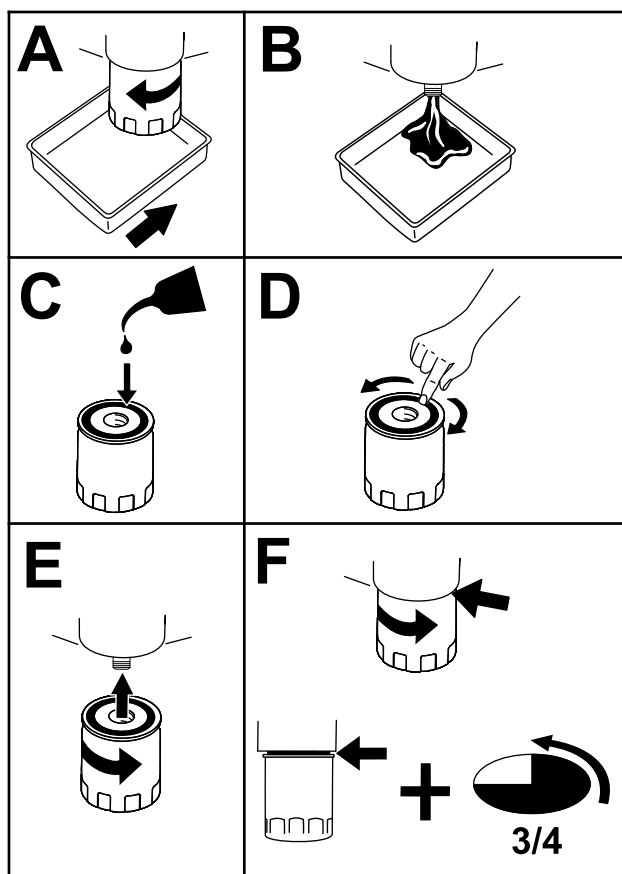

Figure 37
5. Remplacez le filtre à huile moteur (Figure 37).